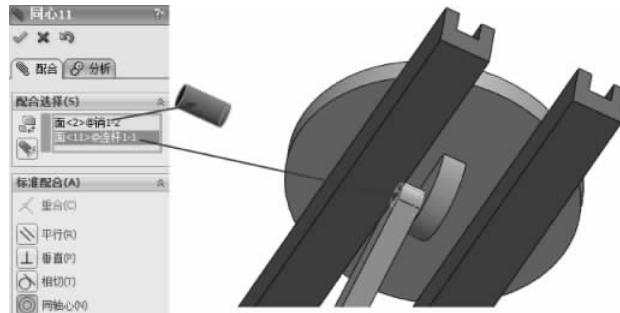

图 3-199 同轴心配合
(31) 选择【标准配合】选项组下的【同轴心】配合类型  ,在【要配合的实体】选择框  中选择如图 3-199 所示的面,其他保持默认,单击【确定】按钮  ,完成同轴心配合。